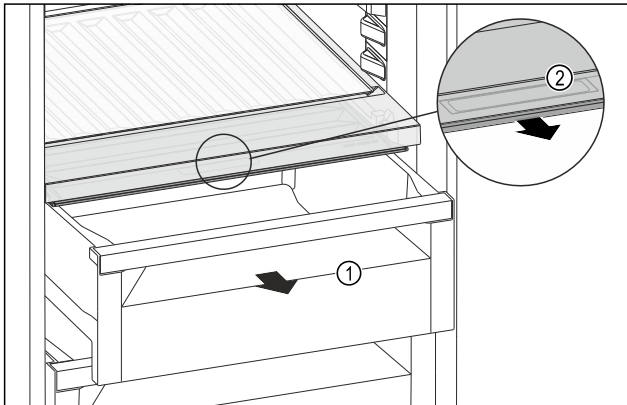

Fig. 156
- ▶ Витягніть висувний ящик Fig. 156 (1).
- ▶ Візьміться за потайну ручку Fig. 156 (2) на кришці відділення й одночасно потягніть кришку відділення вперед.